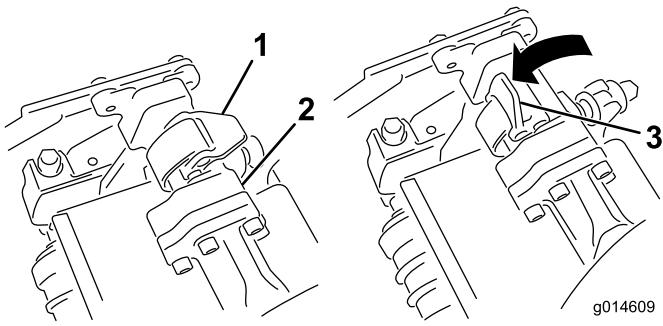
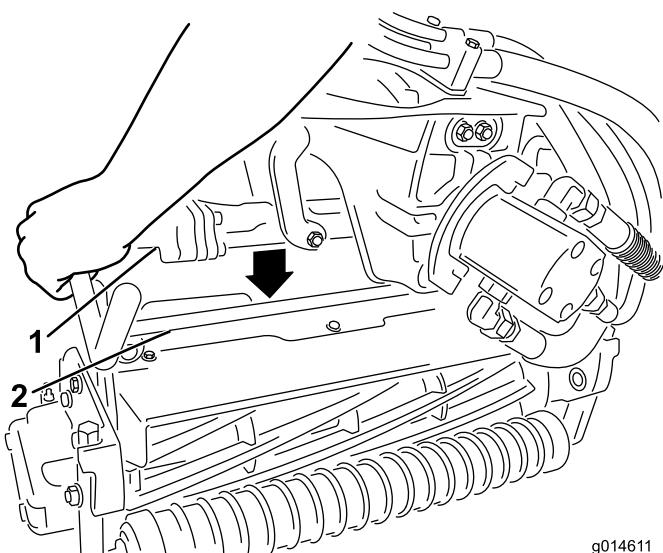

图32
图33
3. 当悬挂臂杆上的闩锁指向上方（即打开）时（图32），向下压悬挂臂，使悬挂臂杆与滚刀组顶部的横杆相契合（图33）。
4. 向下并绕着滚刀组横杆关闭闩锁，将它们锁定到位（图32）。
4. 打开您正在拆下的滚刀组悬挂臂上的闩锁（图32）。